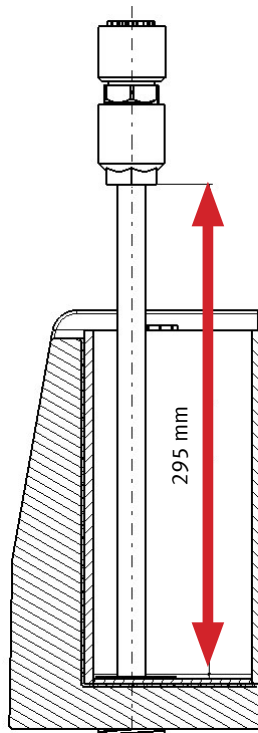

Abb. 26: Erdanschlusskabel mit angeschlossenem Stecker
- Achten Sie darauf, dass der Stecker entriegelt ist und die Markierung parallel zur Borsteinvorderseite (Straßenseite) zeigt, siehe Abb. 26.